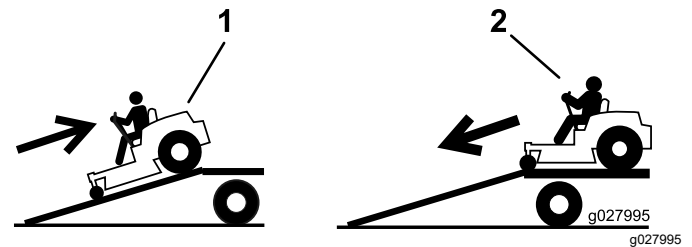

Figura 33
2. Scendete dalla rampa in marcia avanti (Figura 33).